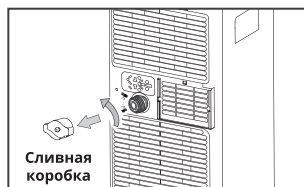

Рис. 23
2. Снимите сливную пробку (рис. 23). Во время выполнения этой операции некоторые остатки воды могут пролиться, поэтому, пожалуйста, подставьте любой поддон для сбора воды.
2. Снимите сливную пробку(рис. 23). Во время выполнения этой операции некоторые остатки воды могут пролиться, поэтому, пожалуйста, подставьте любой поддон для сбора воды.